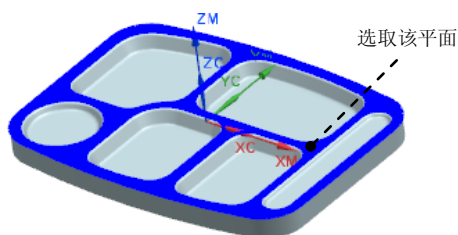
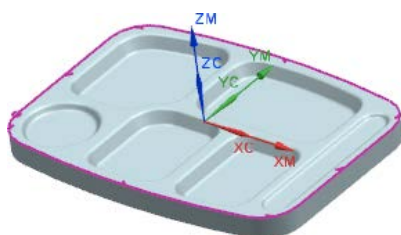

图 1.7 选取面
图 1.8 部件边界
(1) 在“平面轮廓铣”对话框的 **几何体** 区域中单击  按钮, 系统弹出“边界几何体”对话框。
(2) 在“边界几何体”对话框的 **面选择** 区域中选中 ☒ **忽略孔** 复选框, 然后在绘图区域选取图 1.7 所示的面, 系统自动生成图 1.8 所示的边界。